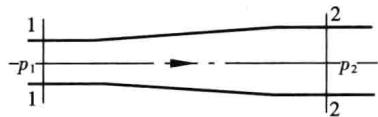

图 10-7
11. 水平放置的渐扩管如图 10-7 所示, 如忽略水头损失, 断面形心点的压强的关系是()。